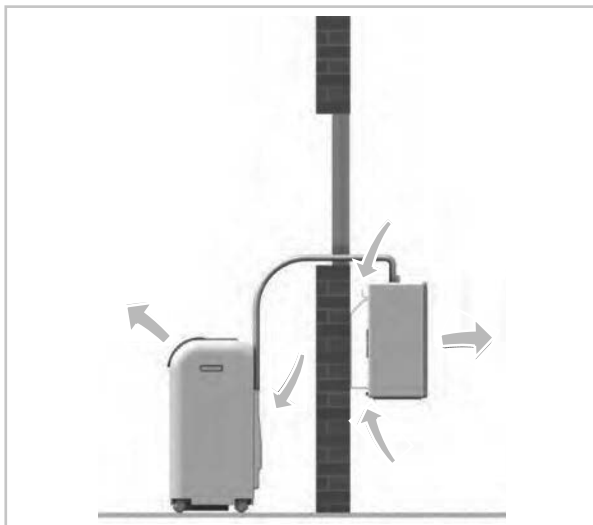
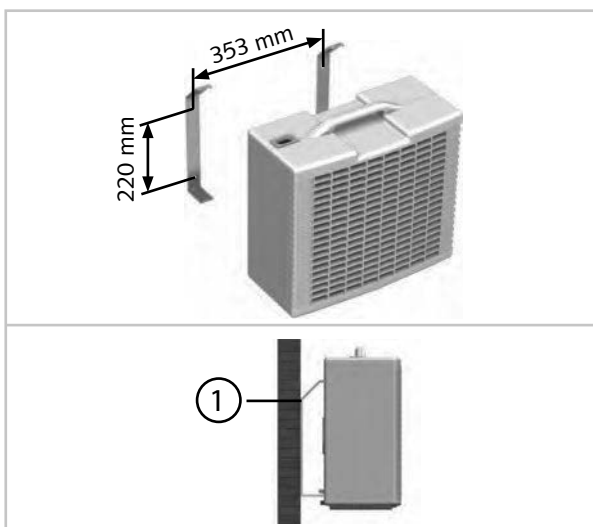

Fig. 8: Circulation de l'air nécessaire
Fig. 9: Distance de support de montage
- Suspendez l'unité extérieure dans les supports muraux, et sécurisez-la avec les vis M4 comprises dans la livraison (Voir la Fig. 8 und Voir la Fig. 9).